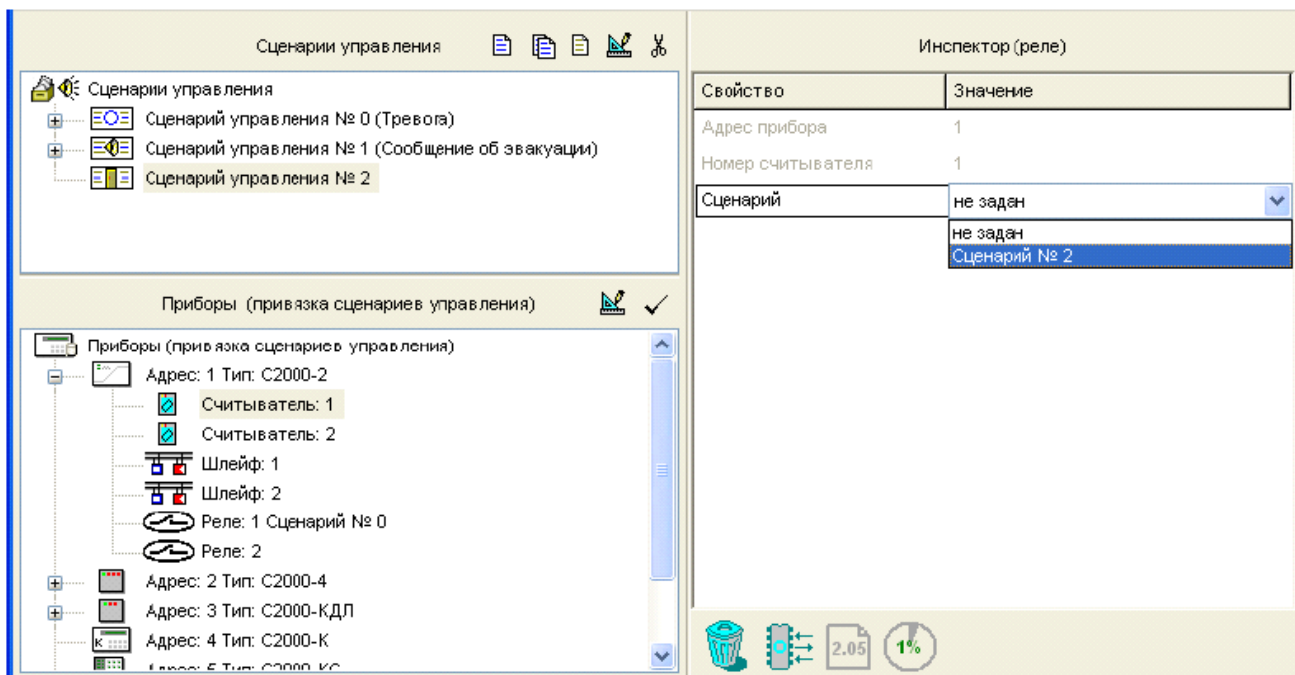

Рисунок 50
- ✓ *Привязать создаваемый сценарий управления к считывателю/считывателям, которым пульт будет синхронно выдавать управляющие команды в рамках создаваемого сценария. Для этого следует в окне сценариев управления отметить нужный сценарий управления, затем в нижнем окне выбрать нужный считыватель/считыватели и либо нажать кнопку в палитре инструментов окна привязки, либо выбрать нужное значение параметра «Сценарий» в окне «Инспектор» (см. Рисунок 50).*